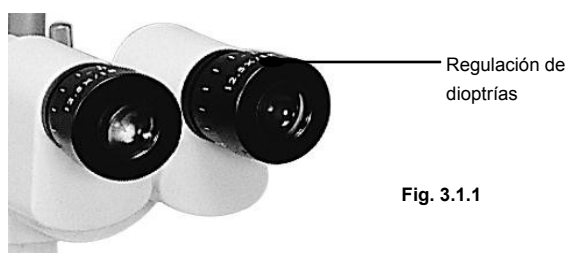

Fig. 3.1.1
- **Utilizar de la varilla de control de enfoque.** La varilla es un accesorio estándar para el ajuste preciso del microscopio. Inserte en la posición correcta. Con el plano focal frente a la lente del objetivo (Fig. 3.1.1 y 3.1.2). Atención : Retire la varilla después de la prueba.